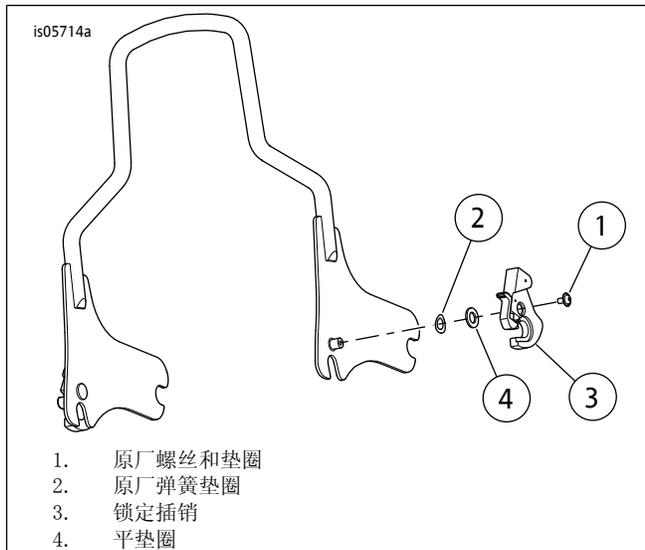
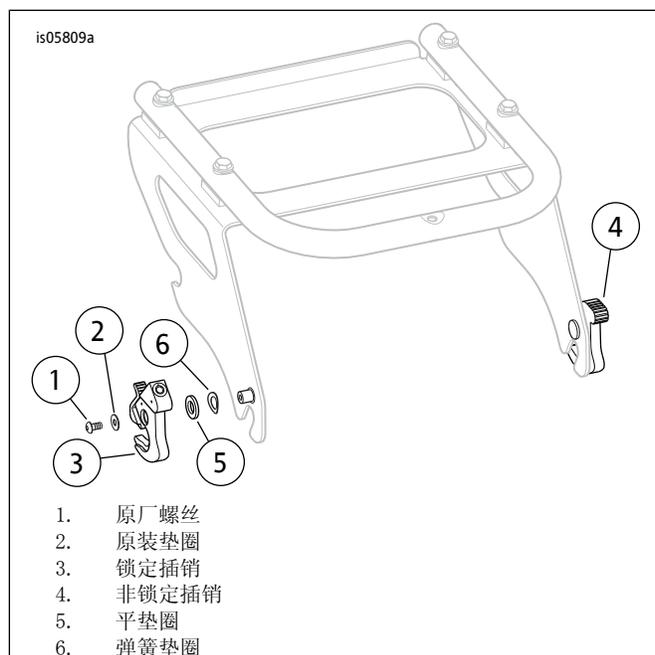

图3。外部右侧安装
图4。外部左侧安装
双人行李架套件	参见图4, 外部左侧安装, 或 图3, 外部右侧安装
双人Tour-Pak尾架	参见图3, 外部右侧安装
2. 参见图3。将原厂弹簧垫圈(2)安装到安装轮毂上。
1. 参见图4。拆下左侧非锁定插销并丢弃。